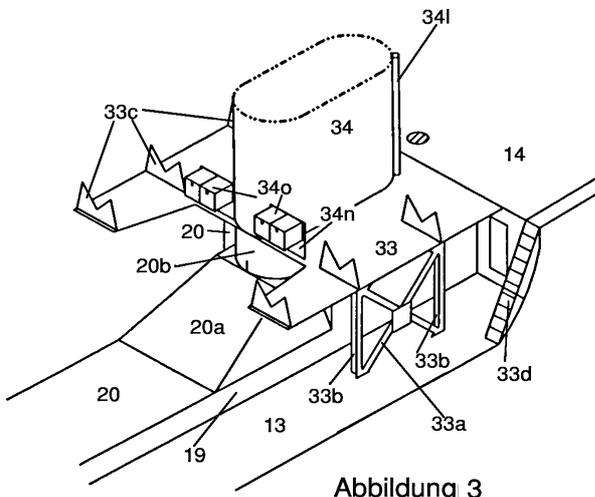

Abbildung 3
**Bauteilgruppe 33** (Schornsteindeck, Deckstützen, Bootslagerungen, Niedergänge, Mast 34 - 34h) auf Bogen 1b, Abbildung 3
**Bauteilgruppe 34** (vorderer Schornstein, 33 - 33o) auf Bogen 1b, Abbildung 3